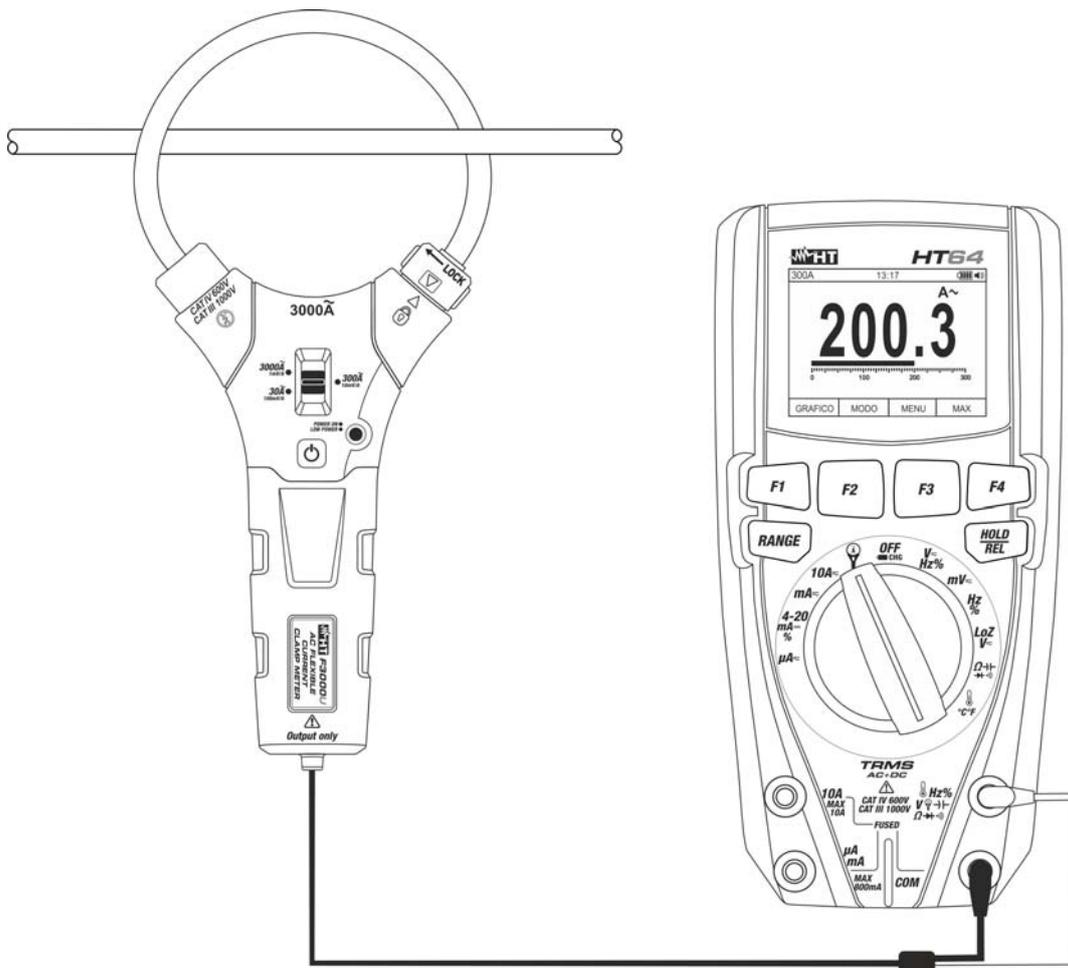

Fig. 4: Uso dello strumento per misura di corrente AC in abbinamento a modello HT64
- Aprire il toroide ed inserire il cavo di fase al centro del medesimo (vedere Fig. 4). Il valore della corrente **espresso in A** è mostrato a display del multimetro